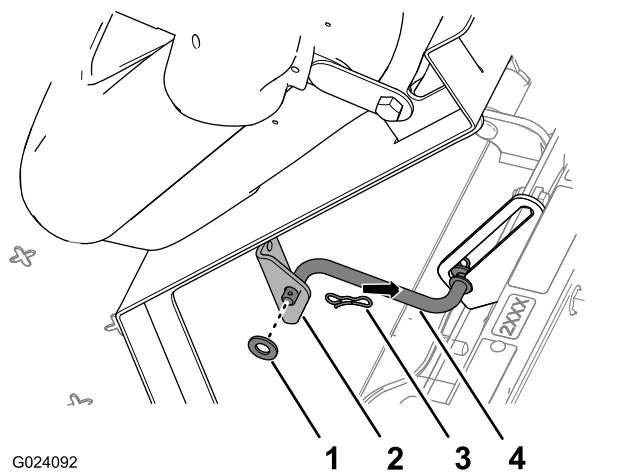

Figura 35
2. Retire la chaveta que sujeta la varilla de sujeción al soporte en la parte inferior de la chapa del asiento (Figura 35).